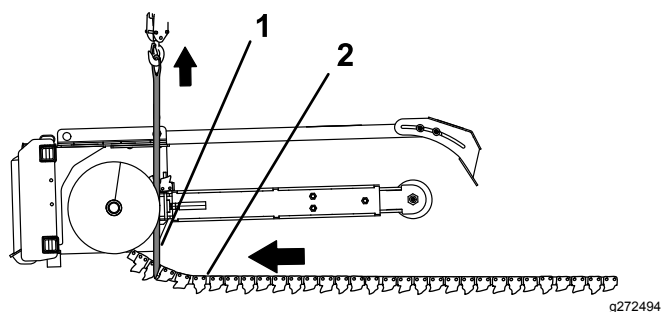

Рисунок 17
машины (вперед), расположите машину над землеройной цепью (**Рисунок 17**).
4. На переднем конце цепи оберните подъемную стропу длиной 3,65 м, имеющую грузоподъемность 181,4 кг, вокруг цепи в месте расположения землеройного зуба на третьем или четвертом звене цепи (**Рисунок 17**).
5. Запустите машину и расположите стрелу траншеекопателя над землеройной цепью так, чтобы подъемная стропа находилась перед ведущей звездочкой траншеекопателя (**Рисунок 17**).